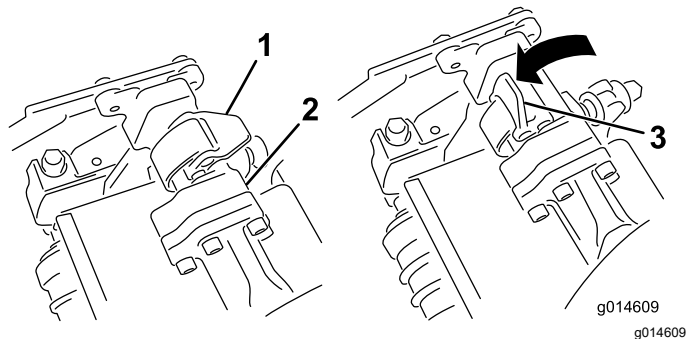

図 62
- サスペンションアームのバーについているラッチ 図 62を開き、サスペンションアームを押し下げてバーをカッピングユニットの両方のピッチアームの上におろし、ラッチがカッピングユニットのクロスバーの下にくるようにする 図 63。
- ラッチを下げて閉じるとカッピングユニットのバーがロックされてユニットがアームにセットされる 図 62。
6. 取り外したいカッピングユニットのサスペンションアームのバーについているラッチを開く 図 62。